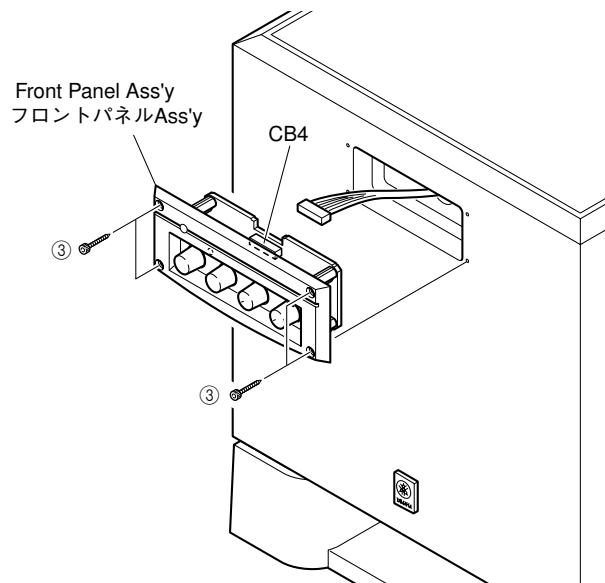

Fig. 2
- a. Remove 4 screws (③). (Fig. 2)
- b. Pull out the front panel ass'y and disconnect the connector (CB4). (Fig. 2)
- a. ③のネジ4本を外します。(Fig. 2)
- b. フロントパネルAss'yを引き出し、CB4を外します。(Fig. 2)